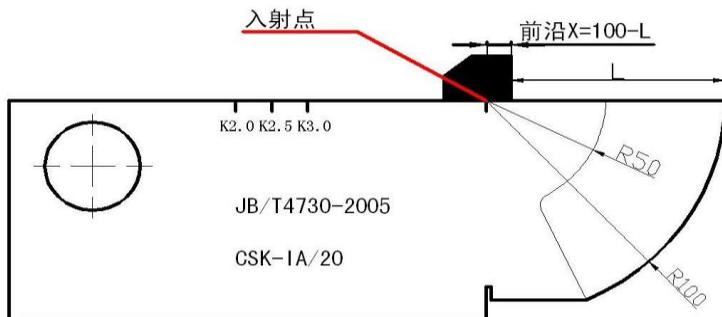

图 4.3 CSK-IA 试块校准探头延时及声速图
- 1) 平放 CSK-IA 试块, 将斜探头放置在 CSK-IA 试块的 R50 和 R100 的圆心处。如图 4.3 所示。
- 7) 从试块 0 刻度上读出所对应的探头刻度尺上的刻度值，即为探头的前沿值。（或用刻度尺测量图 4.3 所示 L 值，前沿 $X=100-L$ ）将此数值手动输入探头前沿输入框内。